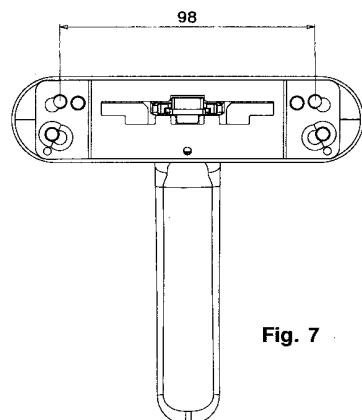

Fig. 7
- Reinserire il gruppo scorrevole - basetta, come fig. 7
- Tourner la poignée en veillant à l'amener du côté opposé à l'entraxe de 98 mm choisi (fig. 4). Remonter le groupe coulissant - base, comme l'indique la fig. 7
- Refit the slider-block unit as shown in fig. 7
- Montar de nuevo el grupo de deslizamiento-placa, como ilustra la fig. 7